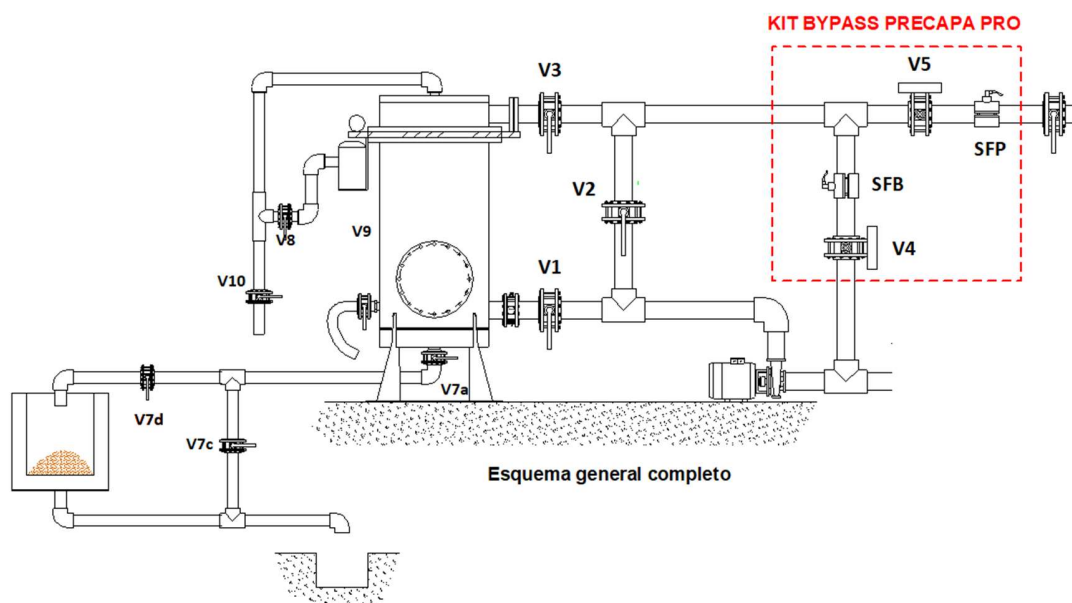

Figura 1.
- Para su operativa se requieren dos electroválvulas, **las cuales han de ser de accionamiento neumático (ver Figura 1, 2.1 y 2.2).**